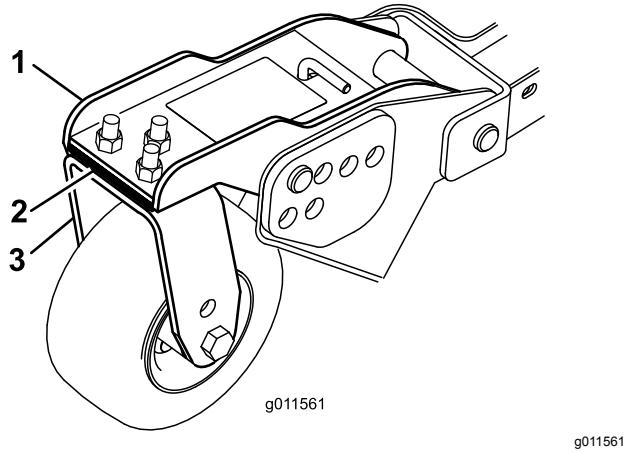

Figura 35
- Ajuste los suplementos de 3 mm de las horquillas de las ruedas giratorias delanteras hasta que la altura de corte se corresponda con la marca de la pegatina (Figura 35).
- Si el borde interior de la carcasa lateral está demasiado alto respecto al borde exterior de la carcasa delantera, retire un suplemento de la parte inferior del brazo interior delantero de la rueda giratoria en la carcasa lateral del cortacésped (Figura 35).